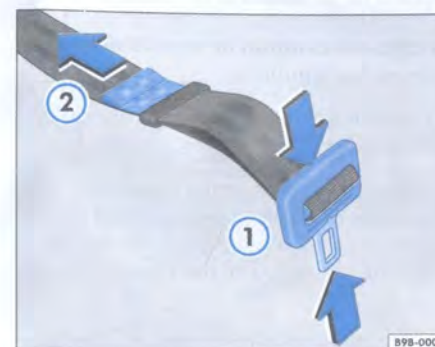

Fig. 14 Cinturón subabdominal
- Presione la lengüeta conforme lo ilustrado ⇒ fig. 14 ① -flechas- y alargue totalmente el cinturón.
- Apriete la lengüeta contra la hebilla y tire el extremo ⇒ fig. 14 ② hasta alcanzar un juego máximo de 3 dedos (5 cm) en la región subabdominal.